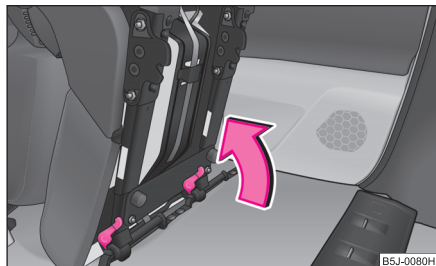

Fig. 56 Verrouillage du sige
- Verrouillez le sige  l'extrmit du guidage ⇒ fig. 56. ■
- Si le sige est dpos, installez-le d'abord sur le guidage et verrouillez le sige ⇒ page 62, fig. 56. Assurez-vous que le sige est correctement verrouill en le tirant vers le haut.